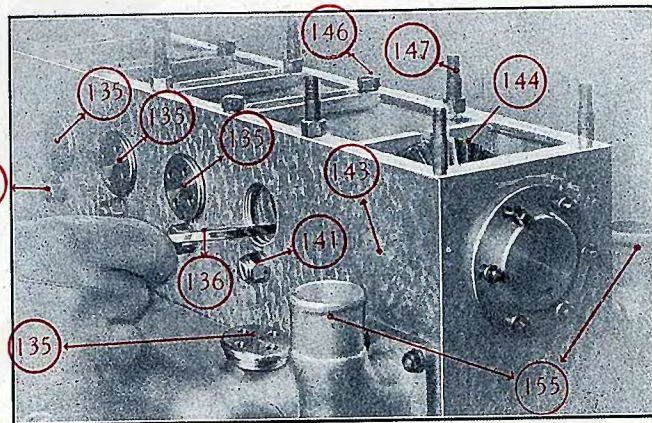
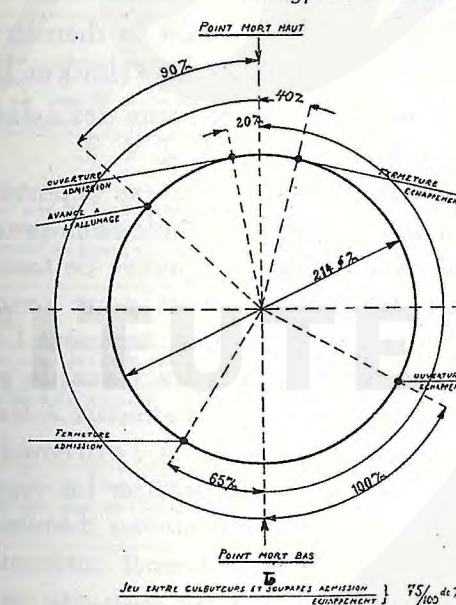

Fig. 29
Fig. 32
contraire il n'y a pas assez de jeu on diminuera l'épaisseur du fond du chapeau. Les jeux à respecter sont indiqués figures 32 et 33 suivant les numéros des moteurs. Pour vérifier les jeux il faut enlever les bouchons (135) vissés sur le carter d'arbre à cames (fig. 29). Par le trou on introduit une jauge (136) entre le culbu-